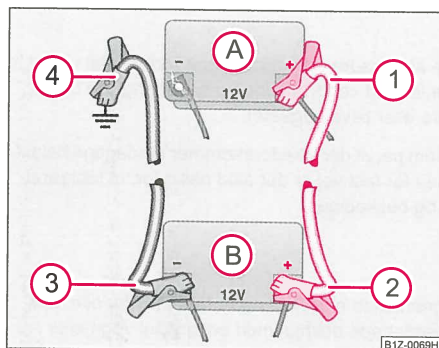

Fig. 163 Starthjælp med en anden vogns batteri: A - afladet batteri, B - strømgivende batteri
- Den ene ende tilsluttes til det afladene batteri (A), ved pluspolen (1) ⇒ fig. 163.
- Den anden ende tilsluttes til det strømgivende batteris (B) pluspol (2).